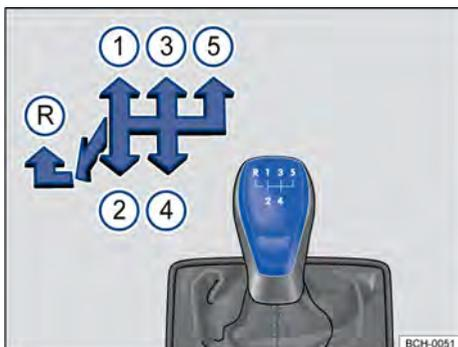

Fig. 91 Esquema de troca de marchas da transmissão manual de 5 marchas.
As posições de cada uma das marchas estão representadas na alavanca de troca de marcha → Fig. 91.
- Empurrar a alavanca de troca de marcha totalmente para a esquerda e depois para frente até a posição da marcha a ré → Fig. 91 Ⓜ.